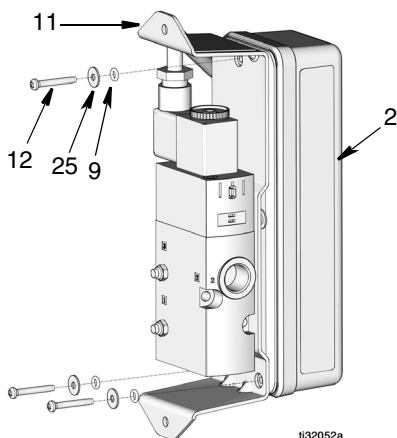

FIG. 39
8. Alinee el conjunto del alojamiento sistema electrónico del PAC (2) a la ménsula (11). Instale las juntas tóricas (9), las arandelas (25) y los tornillos (12) para fijar la ménsula al alojamiento (FIG. 39).